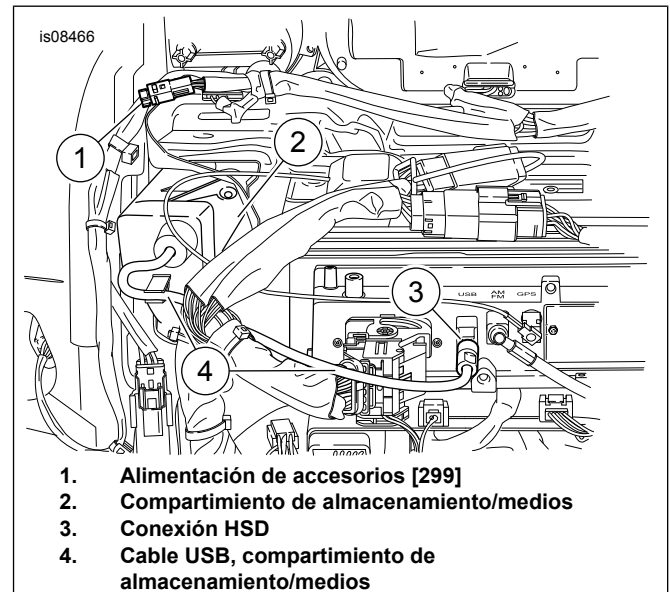
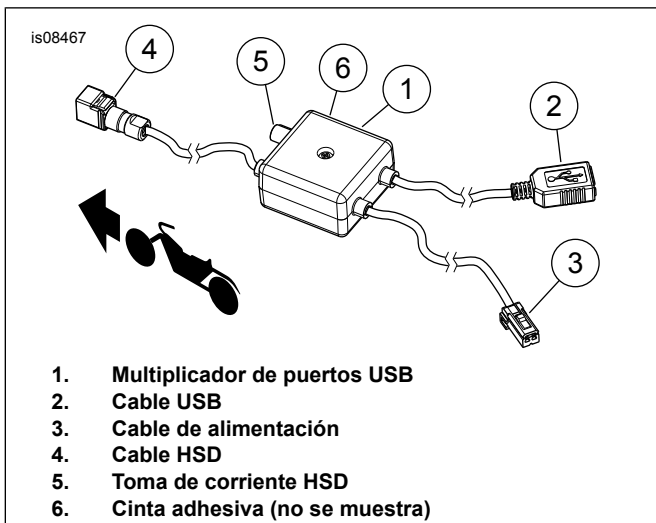

Figura 1. Ubicaciones del cableado del multiplicador de puertos USB
Figura 2. Diagrama de cableado del multiplicador de puertos USB
1. Vea la Figura 1. Extraiga el cable USB (4) de la conexión HSD (3) en la parte posterior de la radio.
2. Vea la Figura 2. Conecte el cable de alimentación (3) a la alimentación de accesorios [299] (1, Figura 1).
3. Conecte el cable HSD (4, Figura 2) a la conexión HSD (3, Figura 1).
4. Conecte el cable USB (4, Figura 1) al puerto HSD (5, Figura 2).
6. Pase el cable USB (2, Figura 2) a lo largo de la bandeja, a lo largo de la estructura, sobre el guardabarros y dentro del Tour-Pak o la alforja. Asegure con correas de cables, según sea necesario.
2. Complete la colocación del cable USB (2, Figura 2) siguiendo la colocación del cable del puerto de alimentación existente.